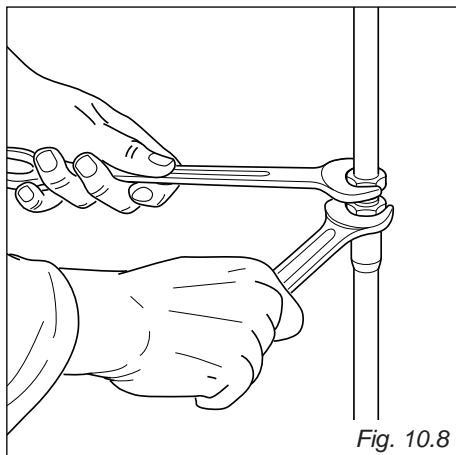

Fig. 10.8
- Pour le vissage des pièces, prenez la précaution d'utiliser 2 clefs (fig. 10.8).